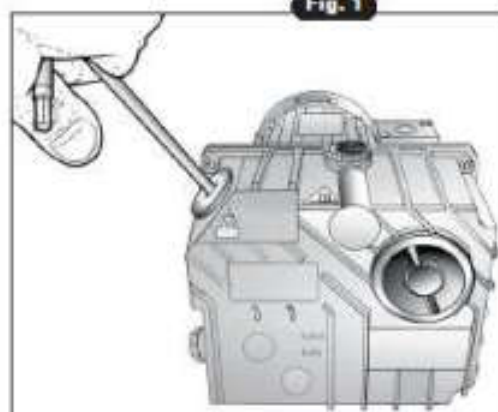

Fig. 2
- 2) Удалите тефлоновое покрытие (черного цвета) (Рис. 2).
- 4) Двумя руками поверните корпус аппарата вперед (относительно нижней панели) и аккуратно положите его на специальную подставку **А** так, чтобы не повредить основной выключатель (**Рис. 2**).
- 7) Поместите поддон (объемом около 0,5 л) непосредственно у дренажного отверстия насоса (**Рис. 2**). Используйте тот же самый торцовый ключ для открытия заглушки дренажного отверстия и подождите примерно 10 минут, пока масло полностью не стечет из него в поддон.
- 4) Удалите сначала резиновую, затем стальную манжету. Проверьте состояние отверстия забора воздуха и очистите его в случае необходимости тканью, пропитанной спиртом (**Рис. 2**).
- 4) Тщательно очистите весь масляный корпус насоса, используя ткань, пропитанную тем же самым видом масла, что используется в насосе (**Рис. 2**).
- 2) Отвинтите винты защитного кожуха платы питания, снимите кожух (**Рис. 2**).
- 5) Найдите серийный порт для подключения к Bootloader, он расположен в левой стороне платы питания. Подключите Bootloader (**Рис. 2**).